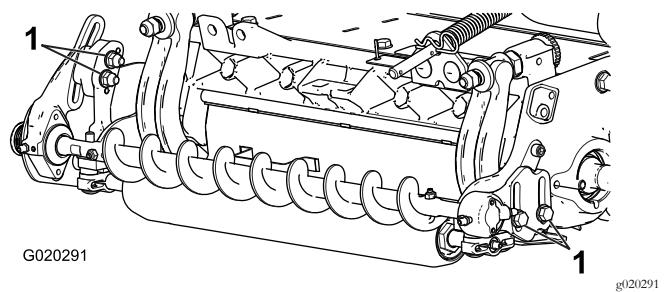

Figura 8
1. Allentate i 2 bulloni che fissano l'alloggiamento del cuscinetto della spazzola per rullo alla staffa di montaggio della spazzola per rullo (Figura 8).